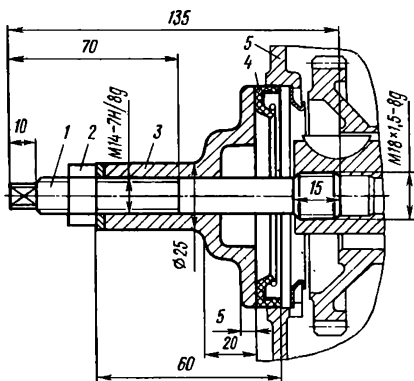

Рис. 85. Запрессовка передней манжеты коленчатого вала:
**Установка крышки распределительных шестерен.** Надевают на направляющие штифты крышки прокладку 31 (см. рис. 38). Смазывают конец балансирующего вала, устанавливаемого в подшипник 43, жидким маслом, устанавливают крышку 34 распределительных шестерен и закрепляют ее на картере болтами. Устанавливают маслоотражательное кольцо 35 и запрессовывают манжету 40. Запрессовку манжеты во избежание перекоса при запрессовке следует производить с использованием специального приспособления (рис. 85).